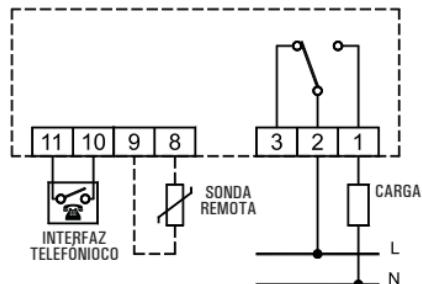

Fig. 3
- Realizar las conexiones eléctricas siguiendo el esquema de conexión de Fig. 3.